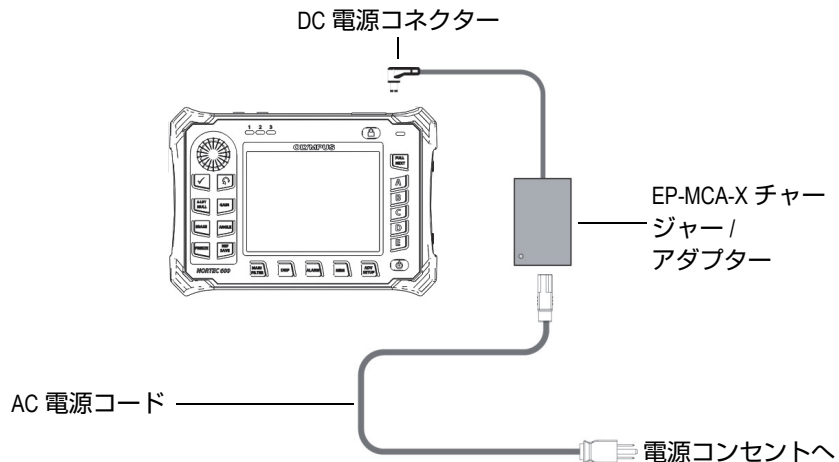

図 1-8 チャージャー / アダプターの接続
1. チャージャー / アダプターに AC 電源コードを接続した後、適切な電源コンセントに接続します (33 ページの図 1-8 を参照)。